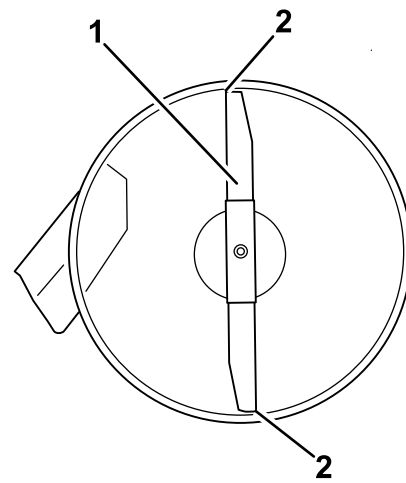

Bild 63
4. Drehen Sie die Messer vorsichtig, sodass sie in Längsrichtung zeigen (Bild 63 und Bild 64).
5. Messen Sie zwischen der Messerspitze vorne und hinten und der flachen Oberfläche (Bild 63 und Bild 64).